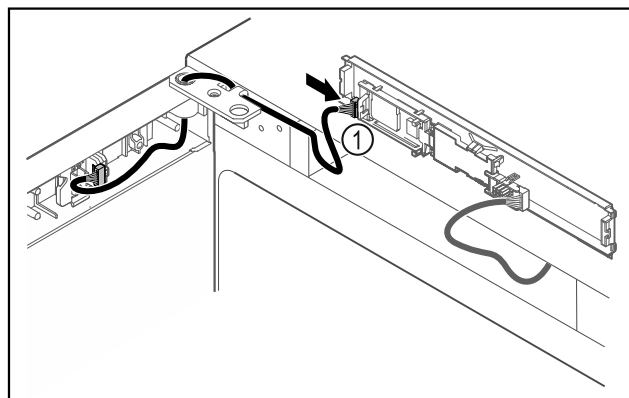

Fig. 46
- Připojte zástrčku Fig. 46 (1) na desku.